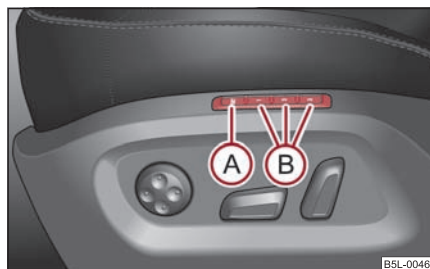

Fig. 78 Scaunul conducătorului: Tastele pentru memorare și tasta SET
- Apăsați tasta SET (A) ⇒ fig. 78.
- Apăsați una din tastele pentru memorare (B) într-un interval de 10 secunde de la apăsarea tastei SET - se va emite un ton de confirmare a efectuării memorării.
Memory pentru scaun oferă posibilitatea memorării individuale a poziției scaunului conducătorului și a oglinzilor exterioare. Fiecăreia din cele trei taste de memorie **(B)** ⇒ pagina 76, fig. 78 i se poate alocă un reglaj al scaunului. După apăsarea tastei respective **(B)** scaunul și oglinda exterioară vor adopta poziția memorată pe tastă ⇒ pagina 77.
- **Apăsare scurtă:** apăsați scurt tasta de memorare **(B)** ⇒ pagina 76, fig. 78. Scaunul și oglinzile laterale vor adopta automat poziția memorată (acest lucru este valabil numai pentru situația când contactul este pus și viteza este mai mică de 5 km/h).